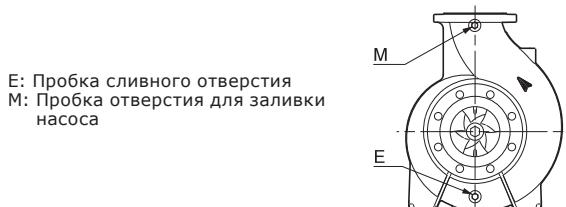

Рис. 23 Пробка сливного отверстия и пробка отверстия для заливки насоса
2. Удалить пробку (M) из отверстия для выпуска воздуха.
4. Установить пробку (M) в отверстие для выпуска воздуха. Заливочную воронку можно устанавливать как в отверстие для выпуска воздуха, так и в соответствующее отверстие во всасывающем трубопроводе. См. рис. 23. Рекомендуется установить устройство автоматической заливки насоса, а также предусмотреть устройство защиты от «сухого» хода.
Стрелки на корпусе двигателя показывают правильное направление вращения. Если смотреть со стороны всасывающего фланца, вал должен вращаться против часовой стрелки. См. рис. 23.